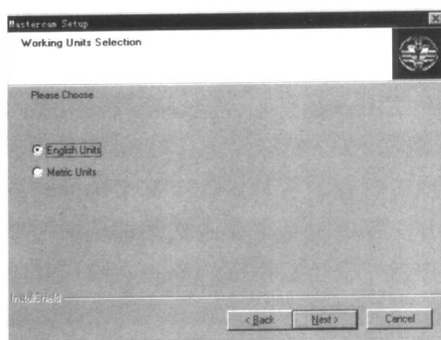

图 1-4
3) 在如图 1-4 所示的工件单位选择对话框中选用 ☒ **Metric Units** (公制单位), 单击 **Next >** (下一步)。